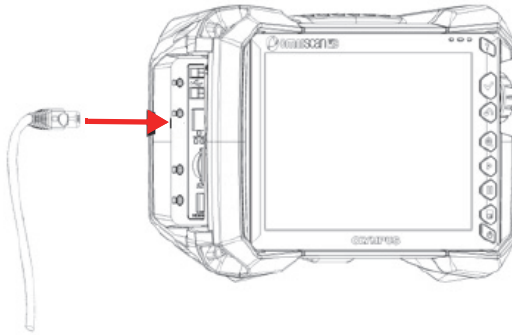

図 2-10 ケーブルをポートに挿入する
2. イーサネット、USB、HDMI 延長ケーブルを適切なポート（37ページの図 2-10）に接続してください。